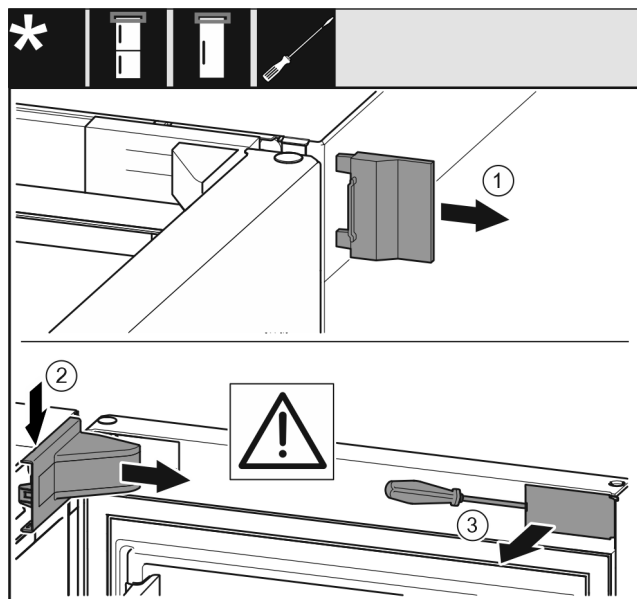

Fig. 6
- Võtke välimine kate ära. Fig. 6 (1)
- Haakige lahti ja vabastage laagripuki kate. Võtke laagripuki kate maha. Fig. 6 (2)
- Haakige ilukate lapikkruvikeerajaga lahti ja keerake küljele. Fig. 6 (3)